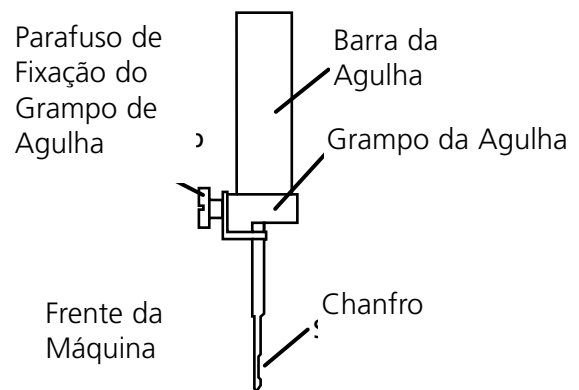

Figura 4-2
1. Com a máquina LIGADA mas parada, insira a ferramenta de ajuste de cores dentro do furo no lado direito da caixa de mudança de cores (veja a Figura 4-2).